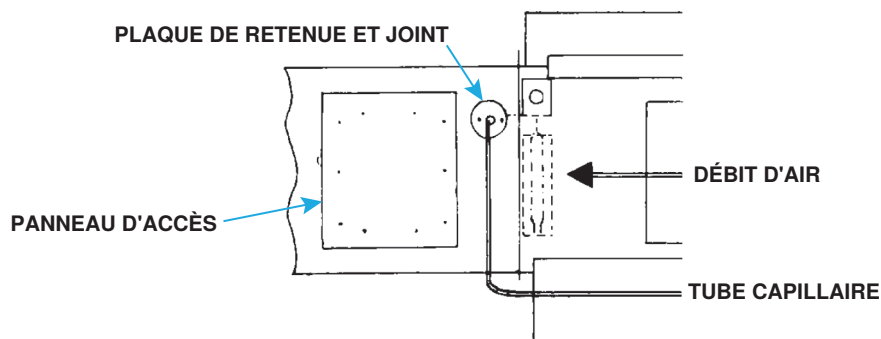

Figure 10. Installation du capteur capillaire
- (2) À l'emplacement de conduit sélectionné, marquez et découpez un trou de 1/2 pouce qui sera scellé avec un joint et une plaque de retenue (voir Figure 10). Insérez le capteur et le tube capillaire dans le trou.
- (3) Retirez le panneau d'accès aux conduits (voir Figure 10) et installez le capteur dans le support du capteur de manière à ce qu'il détecte la température de l'air lorsqu'il circule à travers les trous du support.
- (4) Placez le support du capteur et l'ensemble de la boîte de jonction à l'intérieur du conduit de manière à ce que le capteur soit protégé du flux d'air direct et fixez la boîte de jonction au conduit à l'aide de quatre vis à tête #6 fournies sur site.
- (5) Faites glisser le joint (fente coupée) et la plaque de retenue du trou sur le tube capillaire. Avec le joint à côté des conduits, installez la plaque de retenue des trous et fixez-la à l'aide des vis à tête fournies sur place.
- (6) Fermez le panneau d'accès des conduits.